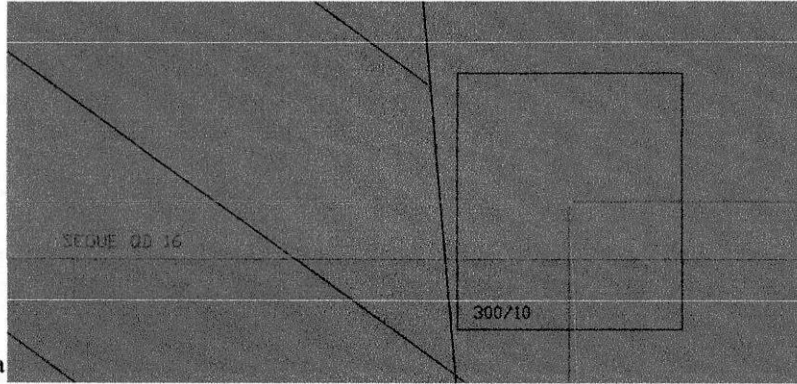

Figura 5: Extrato da planta de
4.1 Nesta planta foi observado que os alimentadores dos quadros 16 e 17 derivam de um mesmo ponto (AL1), porém isso está em desacordo com o projeto da infraestrutura de elétrica que, como mostrado na Figura 5 e 6 (retiradas do Projeto Básico elaborado pela CRO 7), representa a derivação de cada alimentador vindo de postes diferentes. Essa questão deve ser compatibilizada entre os projetos e o que deve ser adotado é o mostrado no Projeto Básico da infraestrutura de elétrica elaborado pela CRO 7.